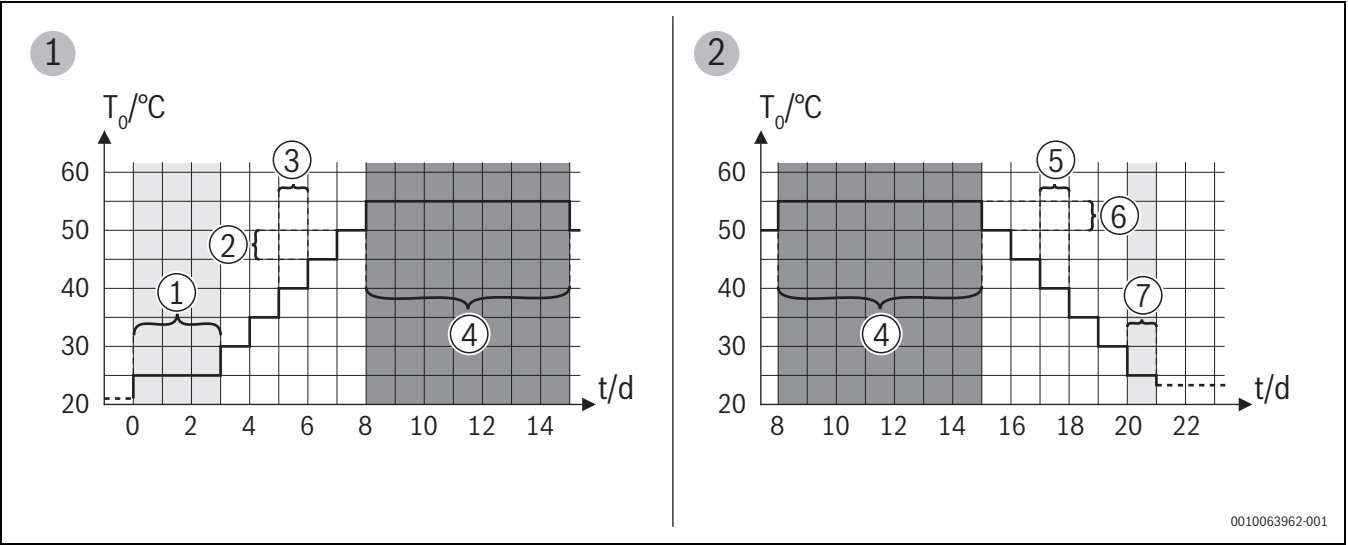

Bild 5 Ablauf der Estrichtrocknung mit den Grundeinstellungen in der Aufheiz- und Abkühlphase
Wartezeit bevor Start	- Überspr.: Das Estrichtrocknungsprogramm startet sofort für die ausgewählten Heizkreise. - Dauer: Die ausgewählten Heizkreise sind während der Wartezeit ausgeschaltet. Der Frostschutz ist aktiv (→ Abb. 5, Zeit vor Tag 0).
Tab. 17 Einstellungen im Menü Estrichtrocknung (→ Abb. 5 zeigt die Grundeinstellung des Estrichtrocknungsprogramms)
- Legende zu Abb. 5:**